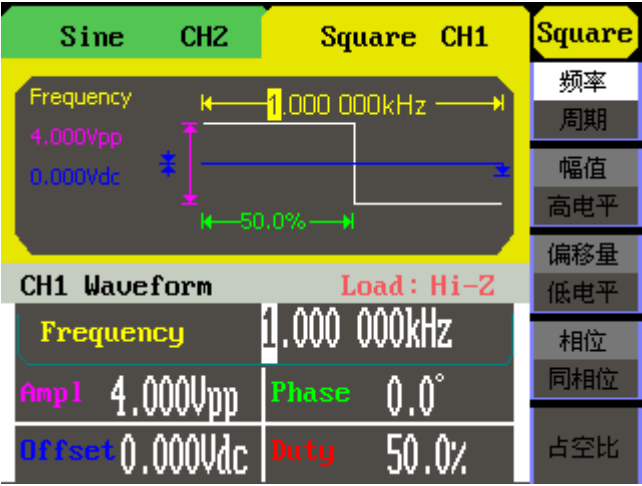

图 1-7 方波设置界面
- 使用 Square 按键，波形图标变为方波，并在状态区左侧出现 Square 字样。可输出 1  $\mu$  Hz 到 25MHz 并具有可变占空比的方波波形。设置频率/周期、幅值/高电平、偏移量/低电平、相位、占空比，可以得到不同参数的方波。如图 1-7 所示，为方波的设置。